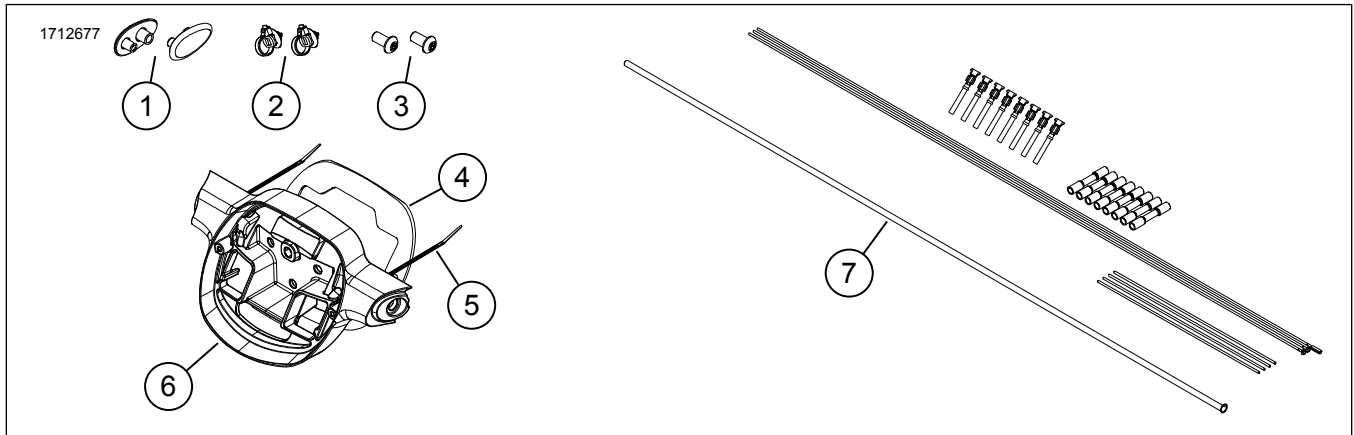

Figure 1. Contenu du kit : Trousse de Repositionnement des Clignotants
9. Voir la Figure 1. Ajoutez une longueur de fil supplémentaire à partir du kit d'extension de harnais (7).